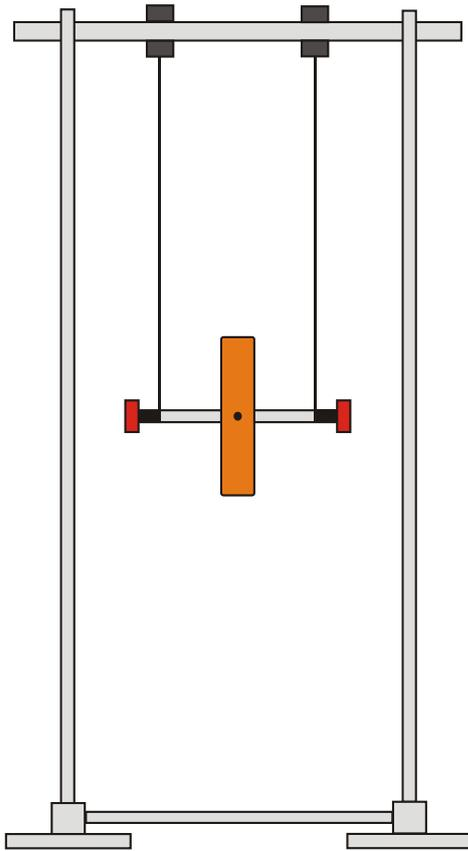

Fig. 1 Montaje experimental de la rueda de Maxwell
- Se monta el material de soporte según la Fig. 1